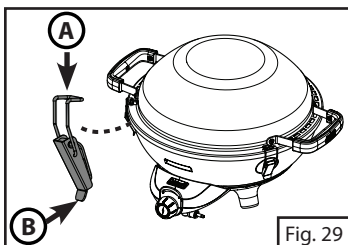

Fig. 29
4. Asegure el wok con las trabas del borde exterior de la bandeja de agua. (Fig. 29)